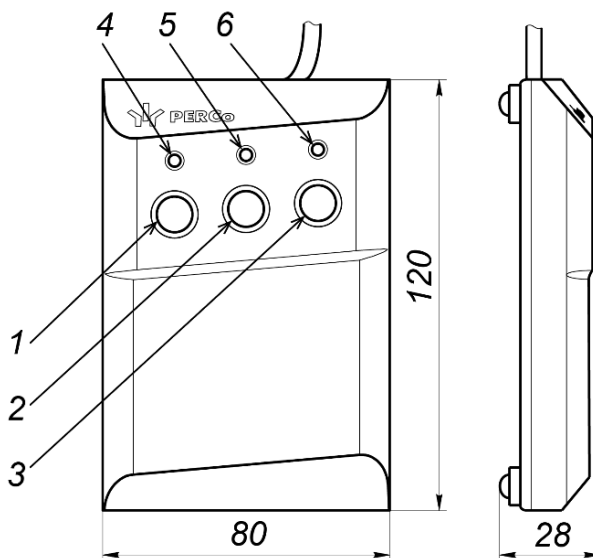
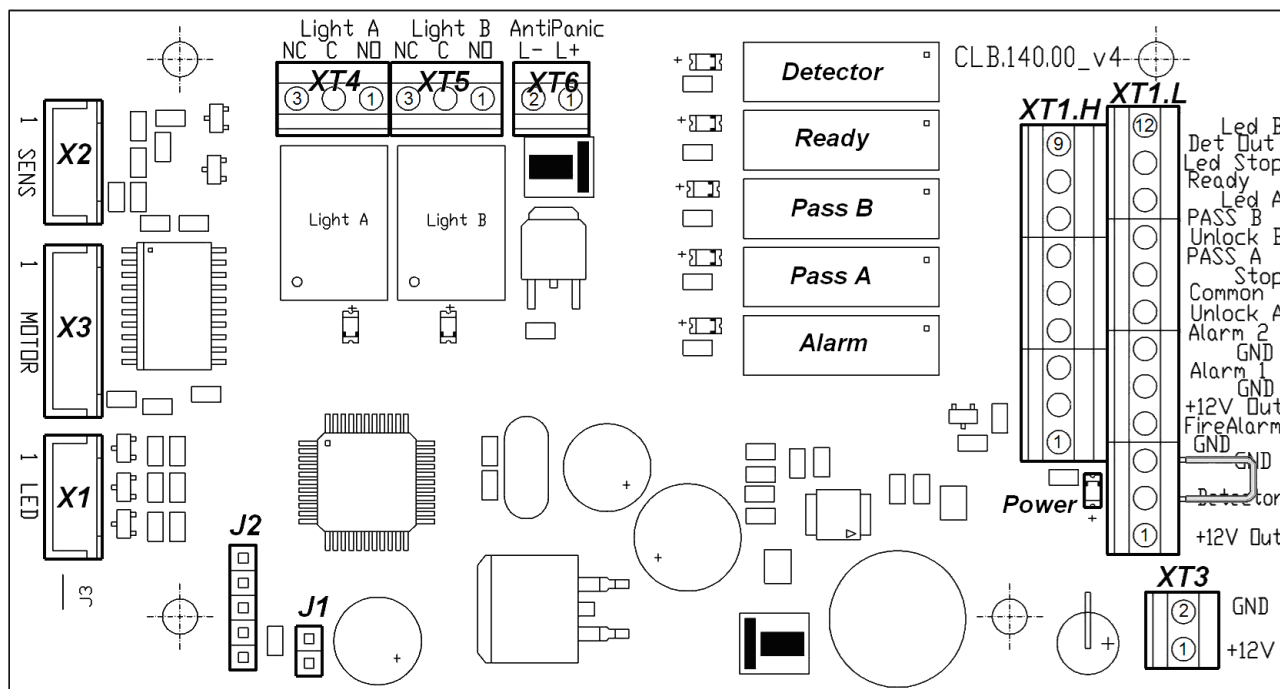

Рисунок 4. Общий вид и габаритные размеры ПДУ
Рисунок 5. Внешний вид платы управления
ПДУ (9) выполнен в виде небольшого настольного прибора в корпусе из ударопрочного АБС пластика и предназначен для задания и индикации режимов работы при ручном управлении турникета. ПДУ подключается к плате гибким многожильным кабелем (10) через клеммную колодку **ХТ1.Л** (см. рис. 5). Общий вид ПДУ показан на рис. 4.
Внутри стойки расположен кронштейн с установленной платой управления (см. рис. 5) и клеммами для подключения внешних устройств. К плате подключаются ПДУ, выходы СКУД, устройство РУ (при его использовании), устройство аварийного открытия прохода *Fire Alarm* (далее – *устройство Fire Alarm*). На клеммы подключения внешних устройств выведены линии подключения источника питания, линии сигналов считывателей. Подключение внешних устройств производится в соответствии со схемой электрических соединений турникета (см. рис. 13).
На плате управления (см. рис. 5) расположены:
Выбор режима управления осуществляется снятием / установкой переключки на разъем **J1** платы управления. Расположение разъема **J1** показано на рис. 5. При поставке переключка установлена, что соответствует импульсному режиму управления турникетом. Для перехода в потенциальный режим управления снимите переключку. Изменение режима управления произойдет после включения турникета.